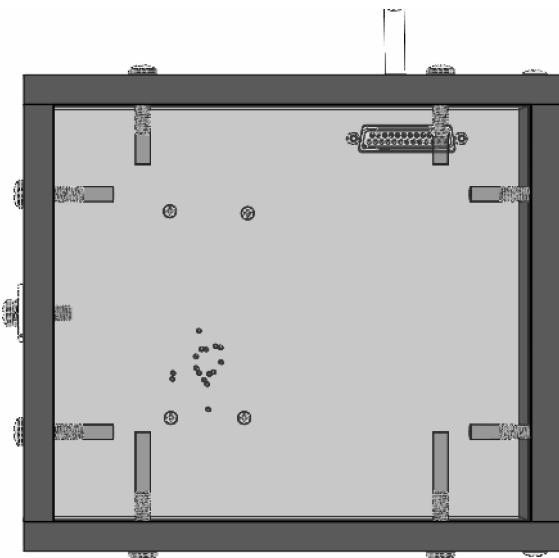

图 14-23 更改视图方向
**步骤 2 更改视图方向** 更改视图方向，并更改透明度，如图 14-23 所示。